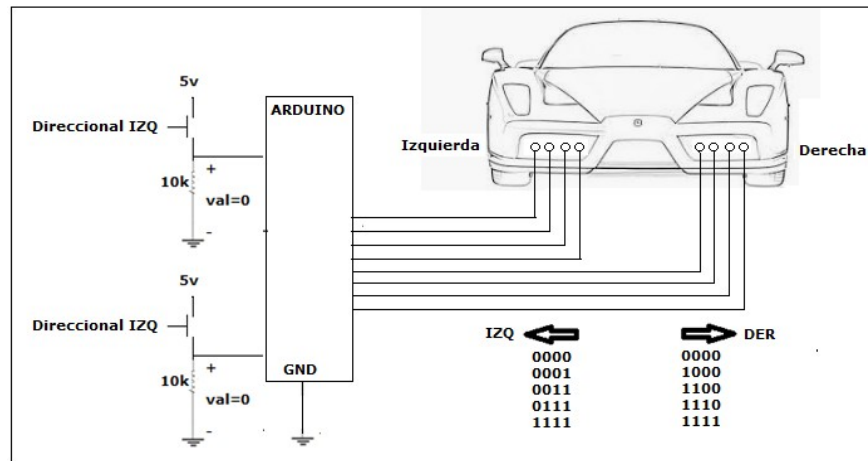

Figura 2. Control de direccionales de auto
a) Realice el código correspondiente y descargue a su tarjeta. Si se activa la direccional izquierda las luces del panel izquierdo se mueven de derecha a izquierda, si se activa la direccional derecha las luces del panel derecho se mueven de izquierda a derecha tal y como se muestra en la figura 2. El sistema debe tener una salida para el buzzer el cual deberá encender inicialmente independiente de que direccional utilizar, es decir al seleccionar la direccional el buzzer envía un pitido de alerta que la direccional fue accionada y posteriormente se inicia con el recorrido de las luces.